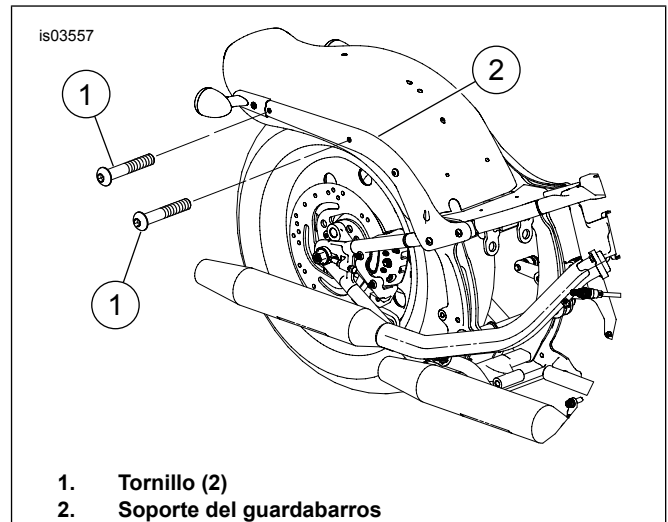

Figura 2. Elementos de sujeción existentes (sin puntos de acoplamiento)
- a. Vea la Figura 2. Quite y deseche los tornillos (1) del soporte del guardabarros (2).